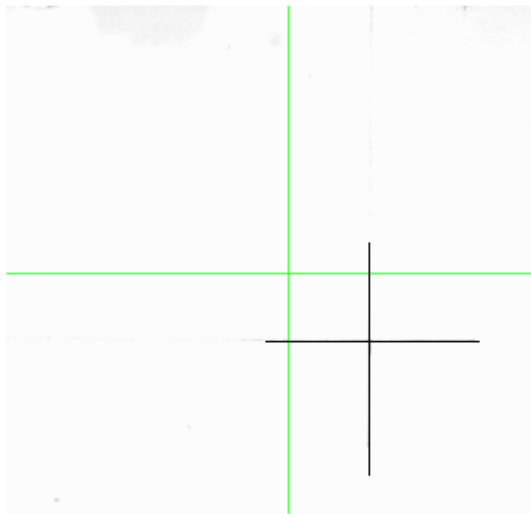

Fig. 3-52
- 1) Coloque um pedaço de papel branco com o desenho de um cruz padrão na plataforma de trabalho, como na Fig. 3-52.